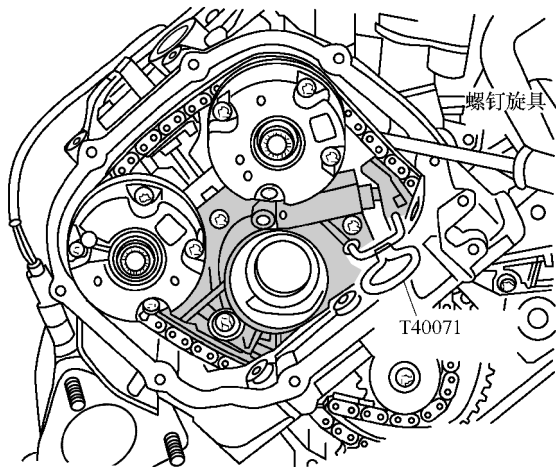

图 1-3-68 向内按压左侧凸轮轴正时链条张紧器的滑轨到极限位置并用定位销 T40071 卡住链条张紧器
5) 如图 1-3-68 所示，用一把螺钉旋具向内按压左侧凸轮轴正时链条张紧器的滑轨到极限位置，用定位销 T40071 卡住链条张紧器。注意：链条张紧器用油减振，因此必须缓慢地均匀用力压紧。